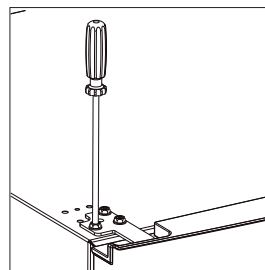

Fig. 15
- ▶ Ne serrez pas les vis à fond pour pouvoir aligner la porte du congélateur (7). Ne serrez les vis que lorsque la porte du congélateur (7) peut être fermée correctement.
- ▶ Insérez une rondelle sur le tenon de la charnière médiane et placez la porte du réfrigérateur (2) sur le tenon de charnière.
- ▶ Placez maintenant la porte du réfrigérateur (2) sur la charnière médiane (6) en plaçant l'évidement du bas de la porte du réfrigérateur (2) sur le tenon de charnière.
- ▶ Fixez également la charnière supérieure à l'aide des vis de fixation (fig. 15).